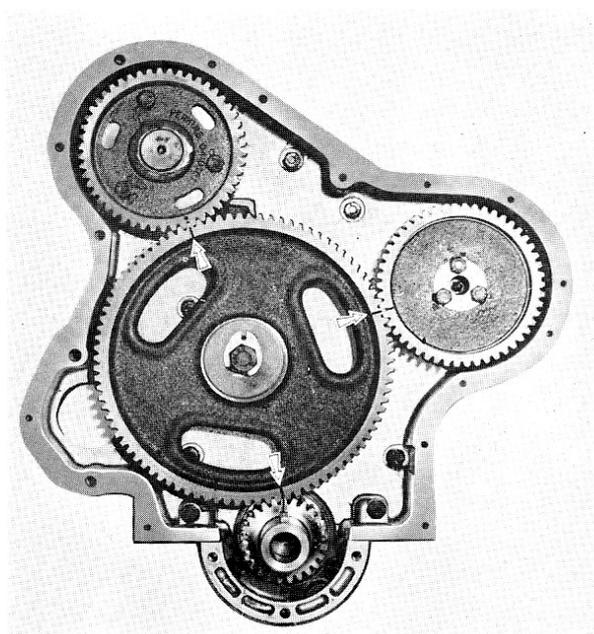

Fig. 15
- 1° **Aligner tous les repères** des pignons de distribution. Cette position correspond au P.M.H., compression n° 1 (fig. 15).
- 1° Aligner tous les repères des pignons de distribution, position correspondant au P.M.H., compression du cylindre n° 1 (fig. 15).
1° Aligner tous les repères des pignons de distribution, position correspondant au P.M.H., compression du cylindre n° 1 (fig. 15).
- 2° Poser le pignon intermédiaire en prenant soin d'aligner les repères de distribution (fig. 15).